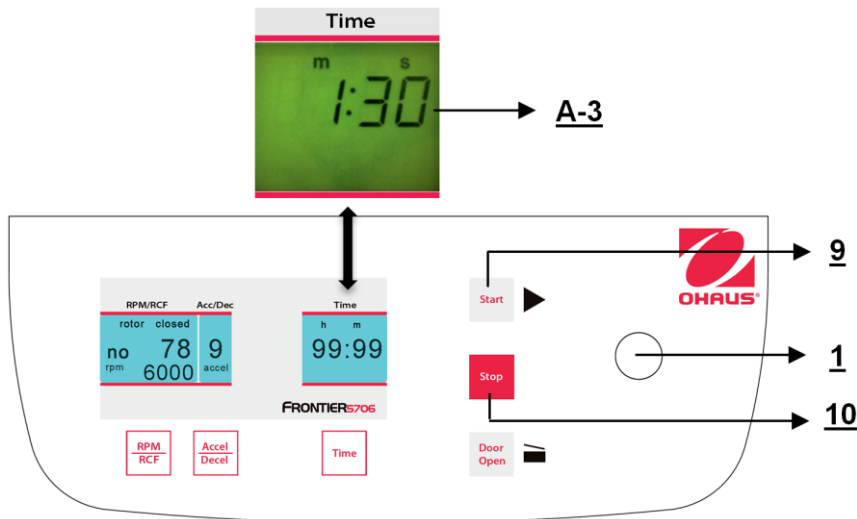

Figura 22
Para arrancar la centrifuga, asegúrese de que la tapa esté cerrada y luego presione el botón **"Start"** (9), (vea la Figura 22). Con el botón **"Start"** (9) puede iniciar operaciones con parámetros preseleccionados manualmente. Cuando el tiempo de operación preseleccionado respectivo ha finalizado, la centrifuga para automáticamente, o puede interrumpir cada operación con el botón **"Stop"** (10).